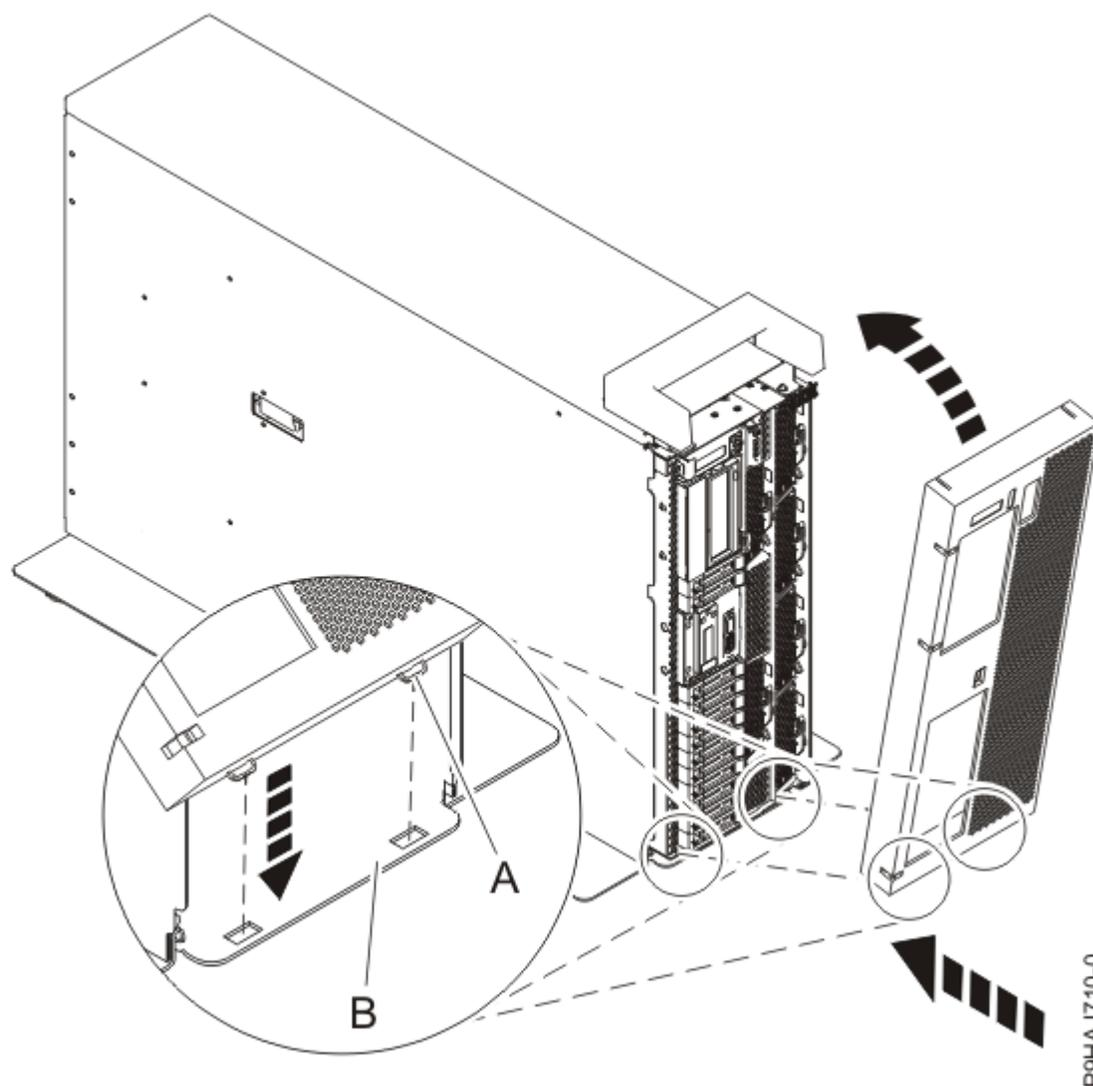

Figura 90. Instalación de la cubierta y de la puerta frontales
- b) Alinee la cubierta hasta que las dos pestañas de la cubierta (**A**) encajen en las ranuras de la placa base (**B**), como se muestra en la Figura 90 en la página 95.